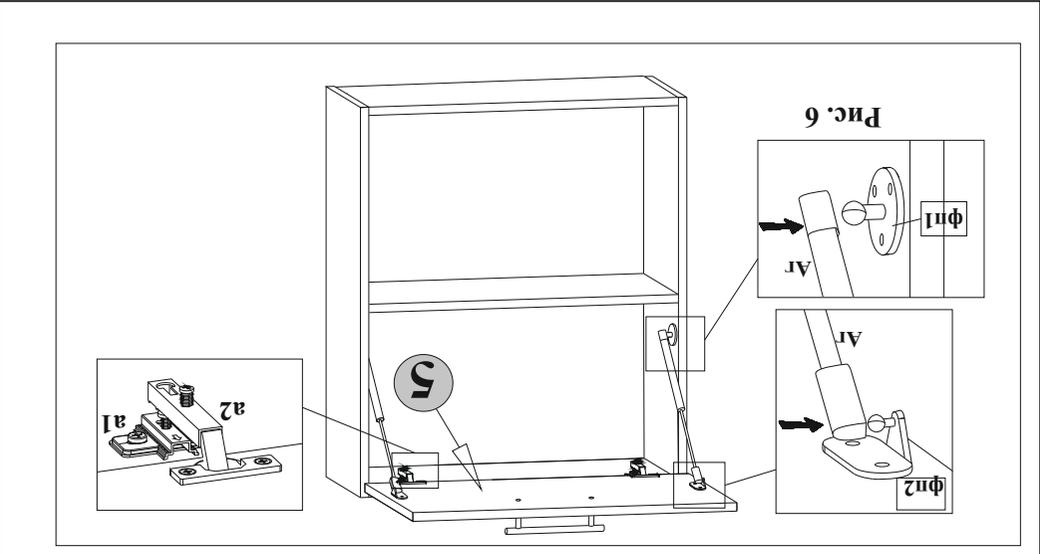

Рис. 6
5.9. Навесить дверь на корпус шкафа, соединив между собой петли а2 и направляющие петель а1. Установить газовые амортизаторы Аг, соединив верхний и нижний края амортизатора Аг с головками фиксирующих площадок фп1 и фп2 нажатием до щелчка (рис.6).